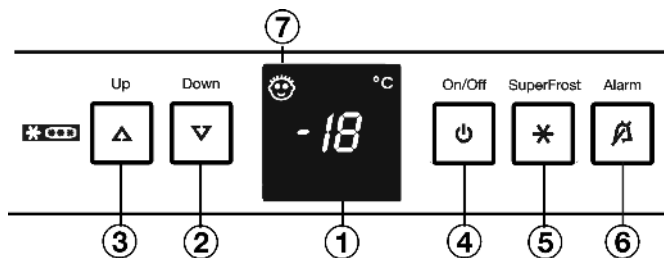

Fig. 2
- ▶ Toets On/Off Fig. 2 (4) indrukken.
- ▶ Instelmodus activeren: toets SuperFrost Fig. 2 (5) gedurende ca. 5 sec. indrukken.
- ▶ Met insteltoets Up Fig. 2 (3) of insteltoets Down Fig. 2 (2) kiezen.
- ▶ Bevestigen: toets SuperFrost Fig. 2 (5) even indrukken.
- ▶ Display lichter instellen: insteltoets Up Fig. 2 (3) indrukken.
- ▶ Display donkerder instellen: insteltoets Down Fig. 2 (2) indrukken.
- ▶ Bevestigen: toets SuperFrost Fig. 2 (5) indrukken.
- ▶ Instelmodus deactiveren: toets On/Off Fig. 2 (4) indrukken.